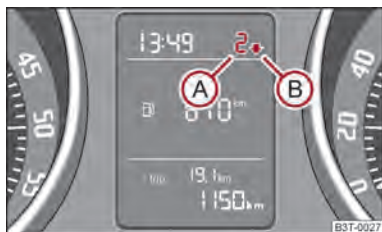

Abb. 4 Empfehlung zum Gangwechsel
Im Display des Kombi-Instruments wird eine Information zum geschalteten Gang (A) ⇒ Abb. 4 angezeigt.